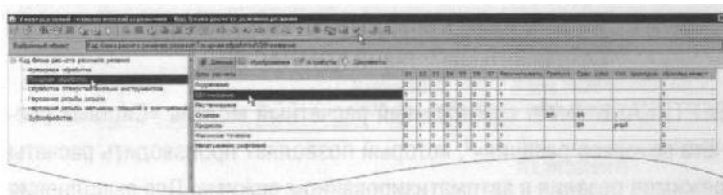

Рисунок 49
1. Выберите из предложенного списка последовательно *Токарная обработка - Обтачивание* и нажмите кнопку **Применить** (рис. 49).